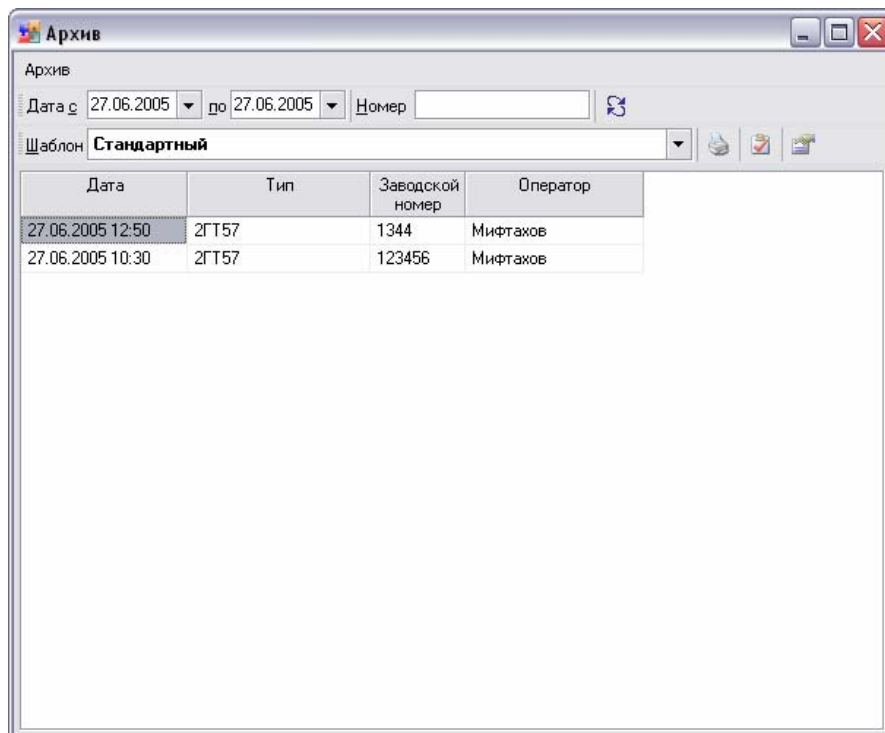

Рисунок 1.8
Доступ к режиму осуществляется с помощью пункта меню **Архив** ⇒ **Просмотр архива**, при активации которого вызывается журнал, в котором отображаются протоколы всех успешно завершенных испытаний (рис.1.8).
- Для осуществления поиска протоколов испытаний задайте в полях «Дата с.. по...» период дат формирования протоколов, за который Вы хотите проанализировать протоколы, либо в поле «Номер» укажите номер оборудования и нажмите кнопку  (рис.1.8).
- Дважды щелкните мышью по необходимому протоколу, либо нажмите клавишу [Enter], либо нажмите кнопку  (рис.1.8).
- Нажмите кнопку  (рис.1.8)
- Нажмите кнопку  (рис.1.8).